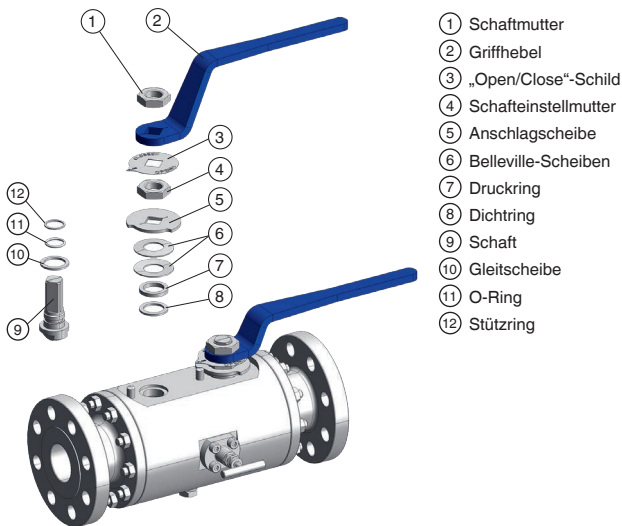

Abb. 2 - Ersetzen der Schaftdichtung
2. Die Gleitscheibe (Abb. 2, 10) auf dem Schaft (Abb. 2, 9) positionieren.
3. Eine Montagehilfe verwenden, um den O-Ring (Abb. 2, 11) auf dem Schaft (Abb. 2, 9) einzuführen und eine Beschädigung durch das Gewinde zu vermeiden.
4. Den Stützring (Abb. 2, 12), falls vorhanden, auf den Schaft (Abb. 2, 9) aufbringen.
6. Den Schaft (Abb. 2, 9) vorsichtig in die Schaftbohrung einführen. Eine Beschädigung der Abdichtung des Schafts und des Ventilgehäuses vermeiden.
14. Den Dichtring (Abb. 2, 8) und den Druckring (Abb. 2, 7) einführen.
15. Die Belleville-Scheiben (Abb. 2, 6) einführen, zuerst die Scheibe mit der konvexen Seite nach unten und dann die mit der konvexen Seite nach oben.
16. Die Anschlagscheibe (Abb. 2, 5) und die Schaftstellmutter (Abb. 2, 4) am Schaft einführen und anziehen.
17. Falls vorhanden, das Schild „Open/Close“ (Abb. 2, 3) auf dem Schaft positionieren.
18. Den Griffhebel (Abb. 2, 2) auf dem Schaft positionieren und eine kleine Menge Schraubensicherungslack auf die Schaftmutter (Abb. 2, 1) aufbringen.
19. Die Schaftstellmutter (Abb. 2, 4) mit einem Gabelschlüssel halten und die Schaftmutter (Abb. 2, 1) anziehen.